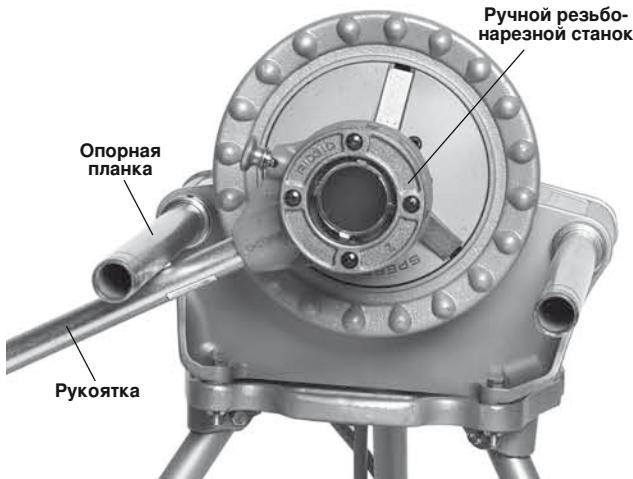

Рис. 20 — Снятие резьбонарезной головки с резьбовой трубы (рукоятка упирается в нижнюю часть стержня).
- в. Полностью выдвиньте опорный стержень со стороны переключателя и поднимите рукоятку резьбонарезного станка к нижней части стержня. Держите конец рукоятки резьбонарезного станка левой рукой. Во избежание травм от защемления не помещайте руку или пальцы между рукояткой резьбонарезного станка и опорным стержнем. Держите рукоятку резьбонарезного станка в контакте с опорным стержнем (м.. рис. 20).
- Прижмите рукоятку резьбонарезного станка к нижнему опорному стержню со стороны переключателя. Во избежание травм от защемления не помещайте руку или пальцы между рукояткой резьбонарезного станка и опорным стержнем. См. рис. 20 для определения правильного рабочего положения.